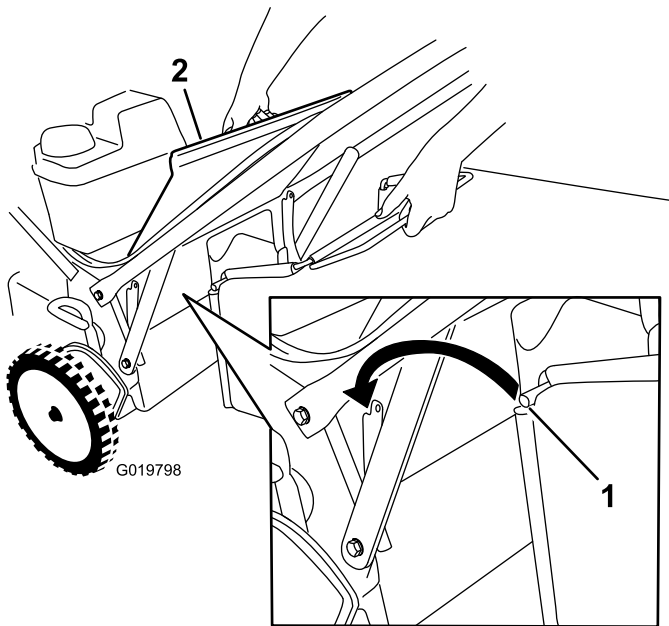

Bild 24
- 1. Heben Sie die Heckklappe an und halten Sie sie hoch (Bild 24).
3. Setzen Sie die Fangkorbstange in die Kerben an der Unterseite des Holms ein und bewegen den Fangkorb nach vorne und hinten, um sicherzustellen, dass die Stange richtig in den Kerben sitzt, siehe Bild 24.